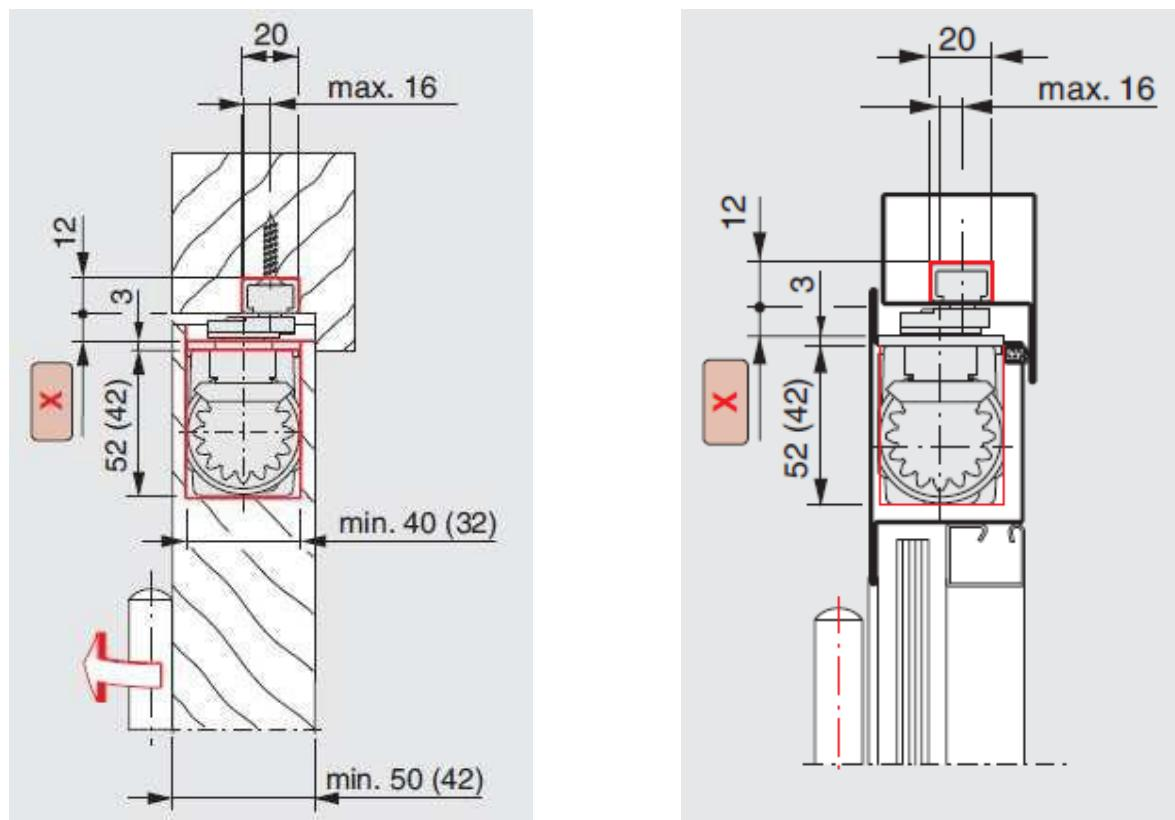

Рис. 4
- Взаимное расположение поверхностей дверной коробки и дверного полотна должно находиться в пределах указанных на **рис. 4.**